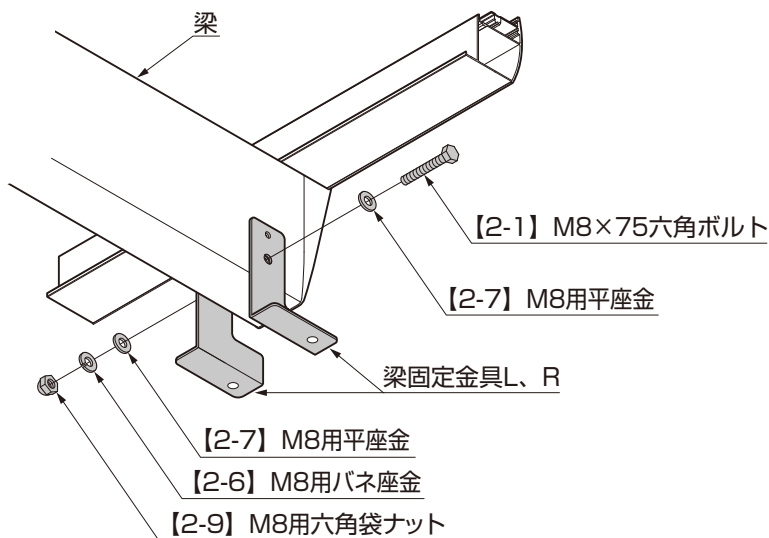

図4-1
① 図4-1を参照してカーポートの梁の先端についている押しボタンを外して、梁固定金具L、Rを【2-1】、【2-6】、【2-7】、【2-9】で取付けてください。